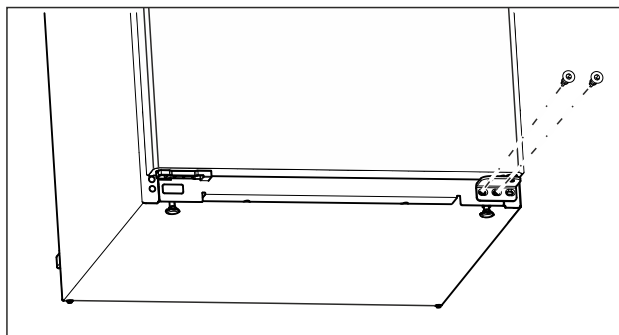

Fig. 10
- Wykręcić środkową śrubę przy dolnej płytce zawiasu śrubokrętem Torx 20. (patrz Fig. 10)
- Wykręcić wewnętrzną śrubę przy dolnej płytce zawiasu śrubokrętem Torx 20. (patrz Fig. 10)